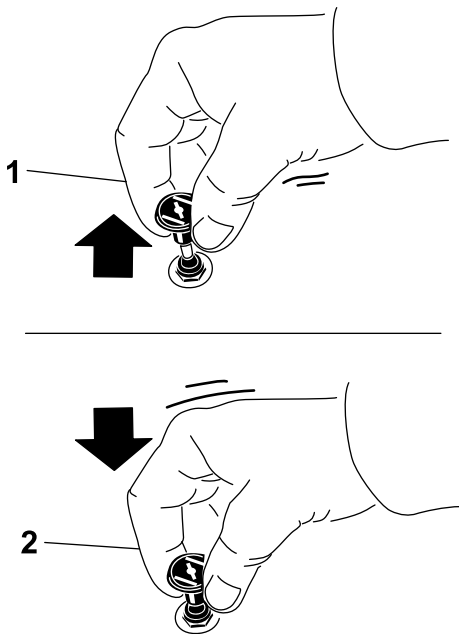

Figure 20
1. Tirez sur la commande du volet de départ pour engager le volet de départ avant d'utiliser le commutateur d'allumage (Figure 20).
2. Poussez sur le bouton pour désengager le volet de départ une fois que le moteur a démarré (Figure 20).